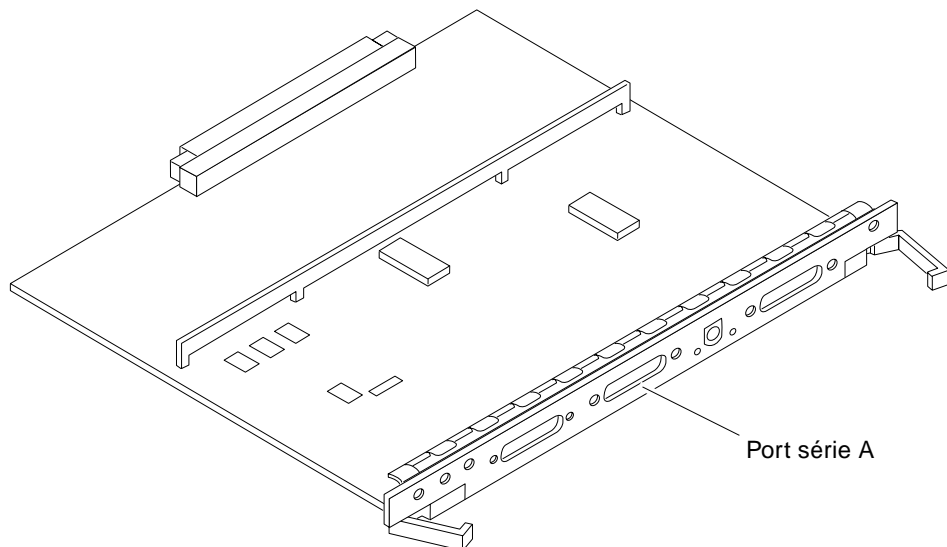

FIGURE 2-9 Carte horloge+
1. Connectez le câble du terminal dans un port série A sur la carte horloge+ (FIGURE 2-9).